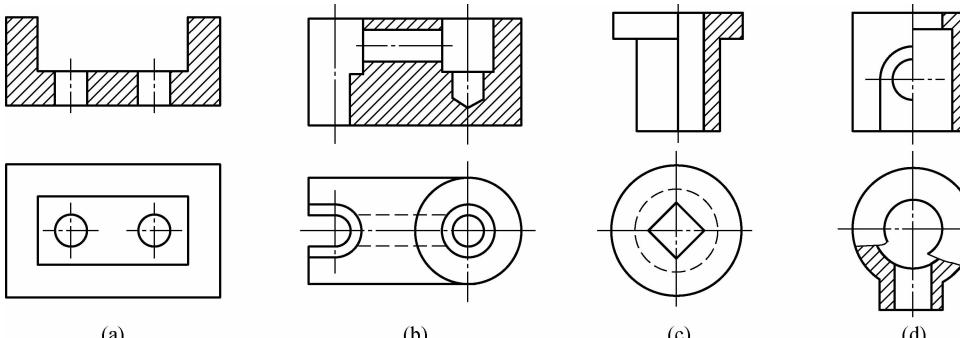

图 1-3
8. 如图 1-3 所示, 四组剖视图中, 画法正确的是()。